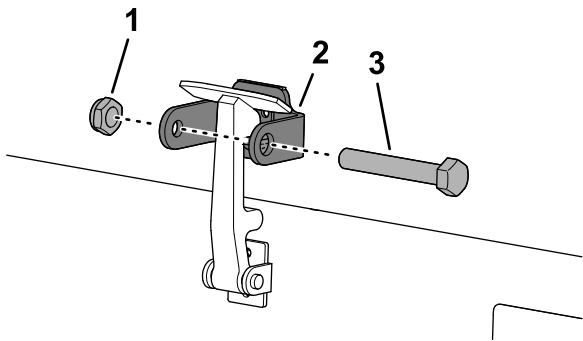

Bild 26
8. Schrauben Sie die Schraube in den anderen Arm der Motorhaubenhalterung, um den Riegel zu arretieren (Bild 26).